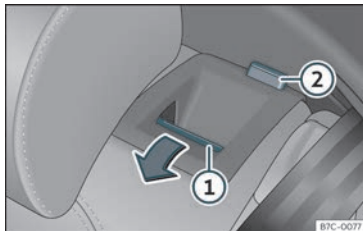

Fig. 101 Banco traseiro: rebater o encosto.
- Puxe o manípulo de desbloqueio >>> Fig. 101 ① para a frente e, ao mesmo tempo, rebata o encosto. O encosto traseiro está desbloqueado quando se vê uma marca vermelha no botão ②.